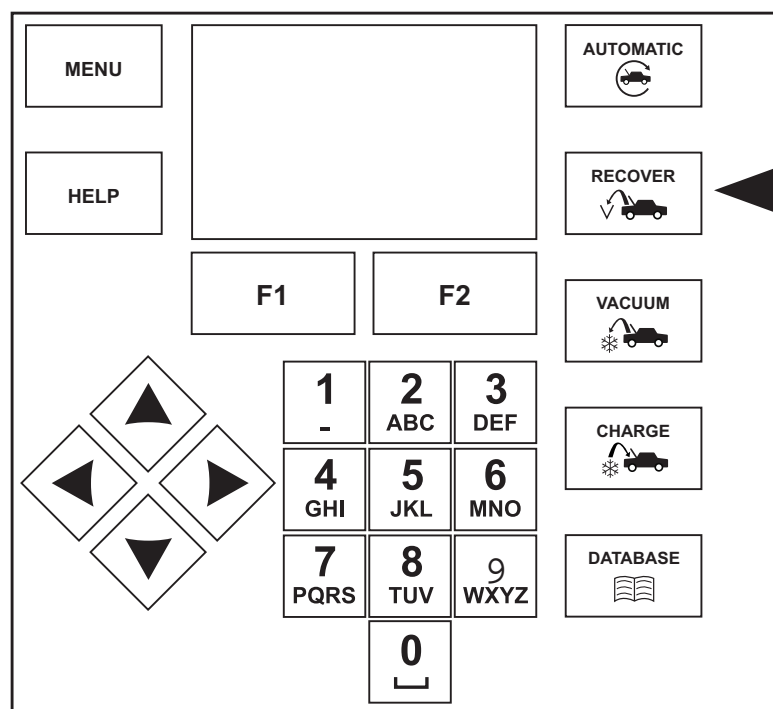

Figure 4
5. Appuyez sur le bouton RECOVER (RÉCUPÉRATION) sur le panneau de commande. Reportez-vous à la figure 4.